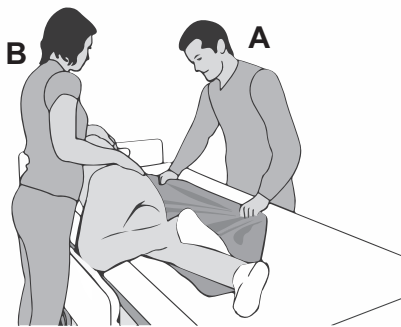

Abbildung 6
8. (Pflegekraft A) Wickeln Sie die Gleitmatte unter dem Pflegebedürftigen auseinander, um sicherzustellen, dass sie unter dem ganzen Körper liegt, und glätten Sie sie. **(Siehe Abbildung 6)**